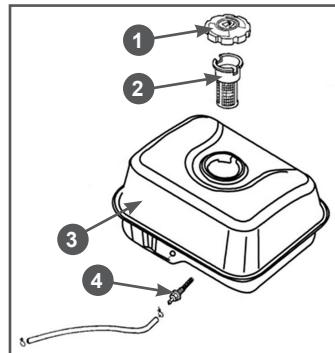

Рис. 26 Топливный бак и топливные фильтры
В топливном баке установлены два сетчатых топливных фильтра. Один фильтр устанавливается в заливной горловине топливного бака. Второй фильтр конструктивно объединен со штуцером топливного бака и установлен внутри бака (Рис. 26).
Каждые 300 часов работы или один раз в год в зависимости от того, что наступит раньше, необходимо производить очистку топливного бака от грязи и конденсата. Перед этим рекомендуется полностью выработать топливо. Одновременно с очисткой топливного бака необходимо проверять и очищать фильтр 4, установленный внутри бака (Рис. 26).
3. Выкрутите из топливного бака выходной штуцер 4 и произведите его очистку (Рис. 26). Внимательно осмотрите сетчатый фильтр. При обнаружении механических повреждений замените штуцер топливного бака.